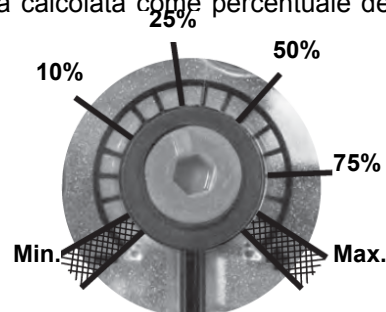

Fig. 4
La posizione dell'indicatore nella ghiera indica il valore della pressione in uscita calcolata come percentuale del fondo scala del sensore PS (Fig. 4)
2. Spingere VD in avanti fino alla battuta, fig. 4.